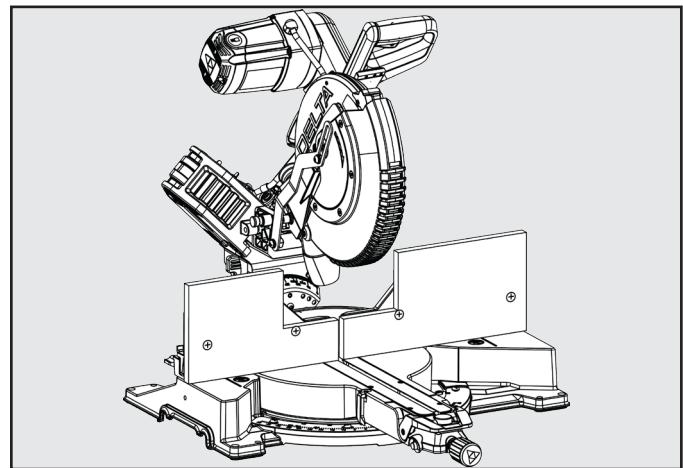

Figure 24
- Placez le bois du guide auxiliaire contre le guide de la scie à onglets. Voir figure 24. La hauteur maximale du bois ne doit pas dépasser 6,5 po. Assurez-vous que le guide auxiliaire ne touche pas à la tête de la scie lorsqu'elle est en sa position la PLUS BASSE ainsi que lorsqu'elle est en sa position la PLUS RETIRÉE.